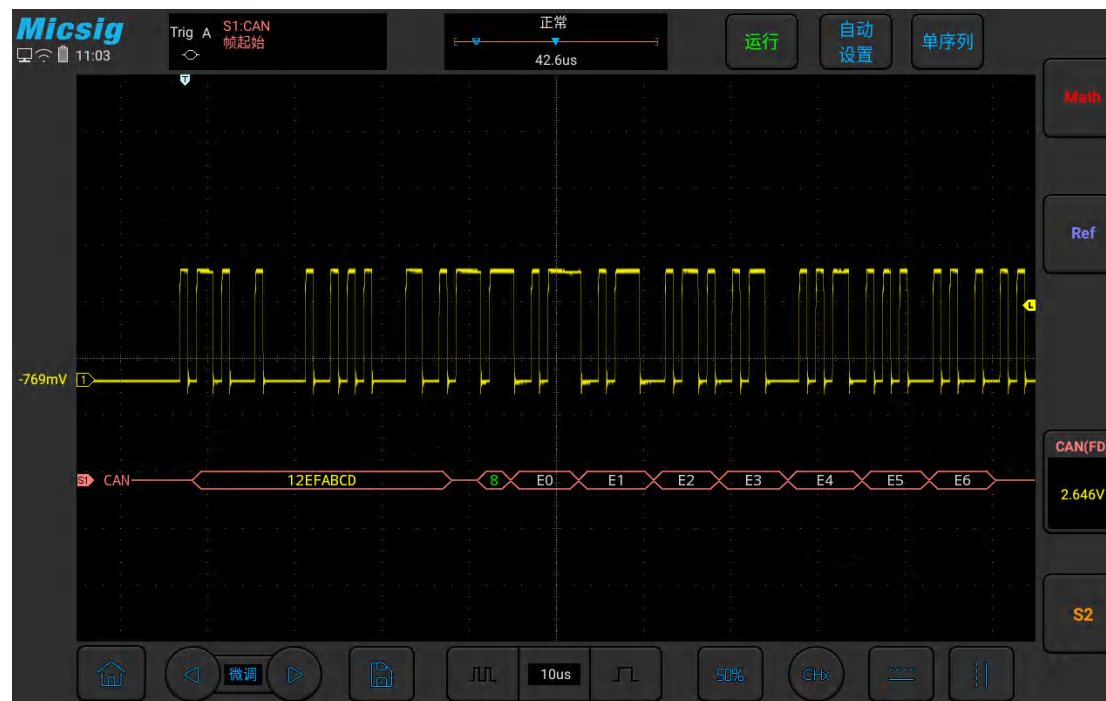

图11-16 CAN 图形界面
- (1) 轻点 S1 打开解码通道, 向左轻扫 S1 打开总线配置菜单;
- (2) 选择总线类型为“CAN”, 依次点选“ Ch1” “CAN_H” “ 500kb/s”, FD 波特率设置为“无”, 设置完成后点按空白区域关闭菜单;
- (3) 打开触发方式配置菜单, 点选“ 帧起始”;
- (4) 依据信号幅值调节阈值电平; CAN 触发图形界面见图 11-16: